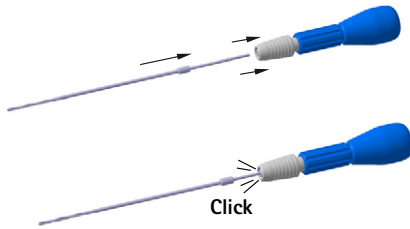

Fig. 3 Montar la broca
- Colocar la broca en el mango (FJ839R), ver Fig. 3.